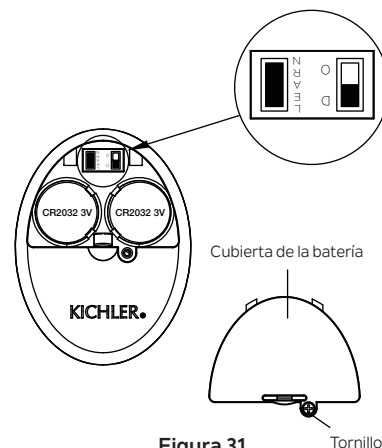

Figura 31 Tornillo
De lo contrario, el control remoto no funcionará. Para realizar este proceso manualmente, siga los pasos a continuación: Después de instalar y cablear la unidad, restaure la energía a su ventilador, presione y mantenga presionada la tecla LEARN (Aprender) durante 1-3 segundos, el ventilador se encenderá a velocidad media y la luz (si está instalada) se encenderá. Esto confirma que se ha completado el proceso de aprendizaje. Esta operación debe completarse dentro de los 30 segundos después de restaurar la energía al ventilador. (Figura 31)
**NOTA:** Asegúrese de que el interruptor deslizante en el compartimiento de la batería marcado “D O” esté en la posición “D”. (Figura 31)
**Paso 4.** Vuelva a colocar la cubierta de la batería y apriete con un destornillador. (Figura 31)